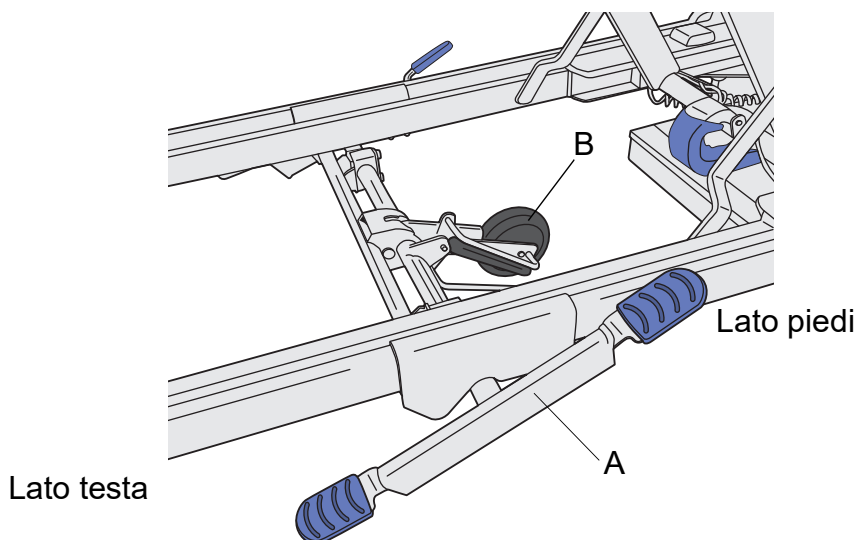

Fig. 1 - Pedale di attivazione della quinta ruota
1. Abbassare il pedale di attivazione della quinta ruota dal lato testa (A). **(vedere fig. 1).**
1. Abbassare il pedale di attivazione della quinta ruota dal lato piedi (A). **(vedere fig. 1).**
2. Accertarsi che la quinta ruota (B) si sia sollevata dal pavimento.